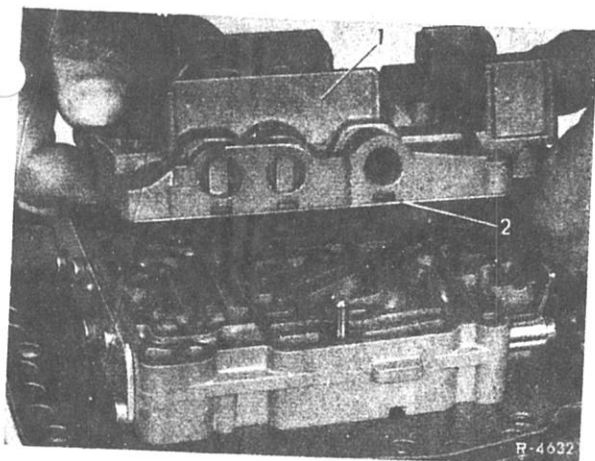

Bild 27-8/3
5 Oberteil (1) mit Zwischenblech (2) abheben (Bild 27-8/3).